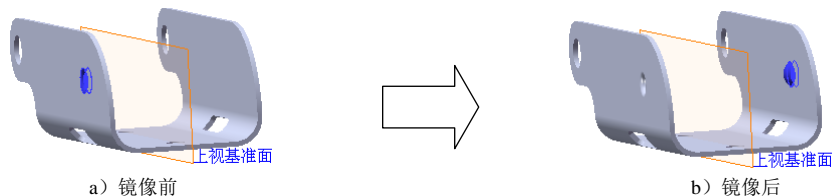

图 12.3.29 镜像 3
Step12. 创建图 12.3.29 所示的镜像 3。
(1) 选择命令。选择下拉菜单 **插入(I)** →  **阵列/镜像(E)** →  **镜像(M)...** 命令。
(2) 定义镜像基准面。选取上视基准面作为镜像基准面。
(3) 定义镜像对象。选择成形特征 1 作为镜像 3 的对象。
(4) 单击按钮, 完成镜像 3 的创建。